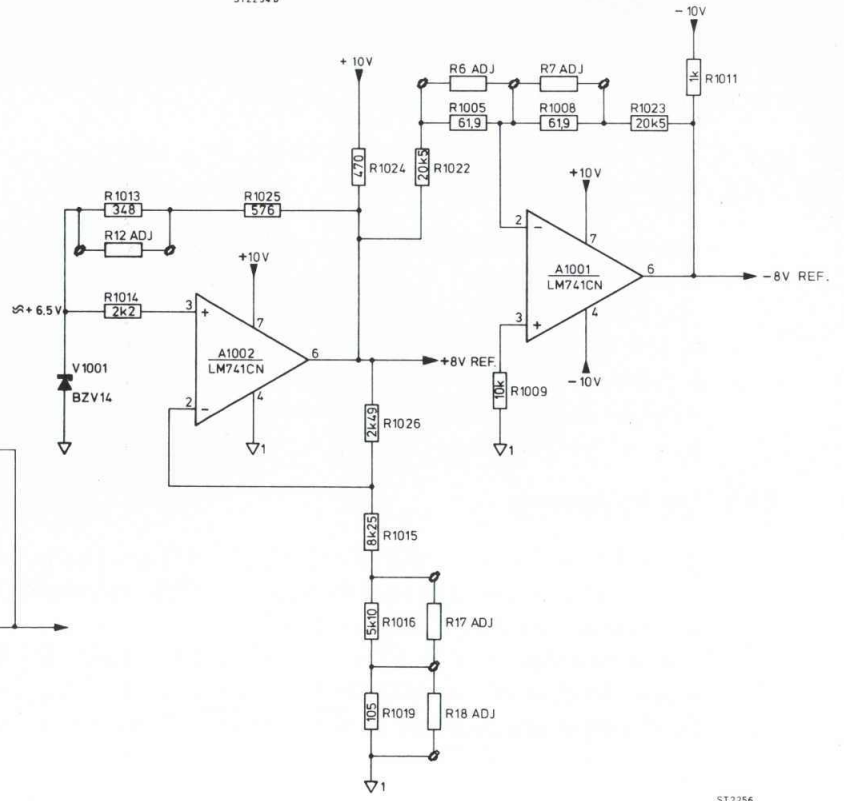

Fig. 26. Reference voltages
7.3.2. Reference voltages (Fig. 26)